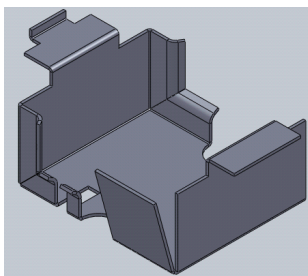

Рисунок 3.21
- у розділі **Длина фланца** для параметрів граничної умови встановіть значення **На заданное расстояние**, якщо попередній перегляд обернений до низу, оберіть «**Реверс направления**»; розрахуйте параметр довжини ребра–крайки так, щоб проєктоване ребро утворило прямий кут з ребром L2 (рис. 3.21).